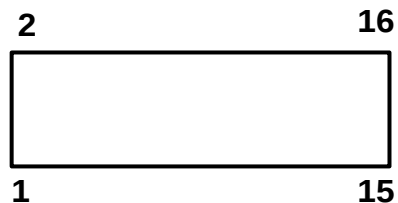

Рис.1. а) Счет контактов в разъеме «по кольцу»;
1. Коммутация сигналов на разъемах шлейфов термоголовок ТВ4032А и ТД4032А (табл.1, рис.1).